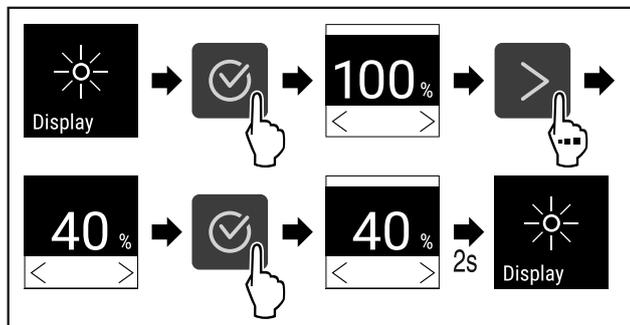

Fig. 82
- ▶ Выполните шаги действия (см. Fig. 82) .